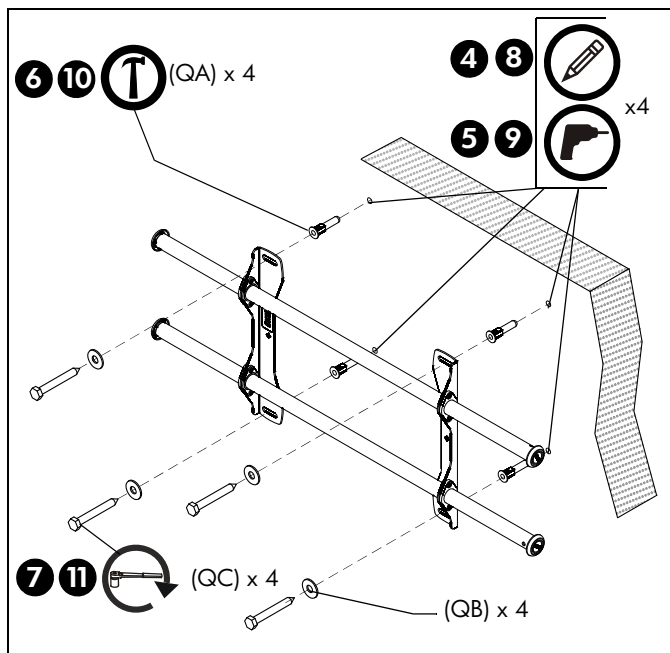

рис. 3
- При помощи уровня сделайте на стене отметки в местах размещения верхних монтажных отверстий. (См. рис. 3)
- Забейте молотком дюбели (QA) в каждое направляющее отверстие.
- С помощью двух болтов 5/16 x 2-1/2" (QC) и двух плоских шайб 5/16" (QB) прикрепите верхнюю часть крепления к дюбелям в стене.
- Отметьте точки размещения нижних монтажных отверстий. (См. рис. 3)
- Просверлите в отмеченных местах по одному направляющему отверстию. (См. рис. 3)
- С помощью двух болтов 5/16 x 2-1/2" (QC) и двух плоских шайб 5/16" (QB) прикрепите крепление через нижние монтажные отверстия. (См. рис. 3)